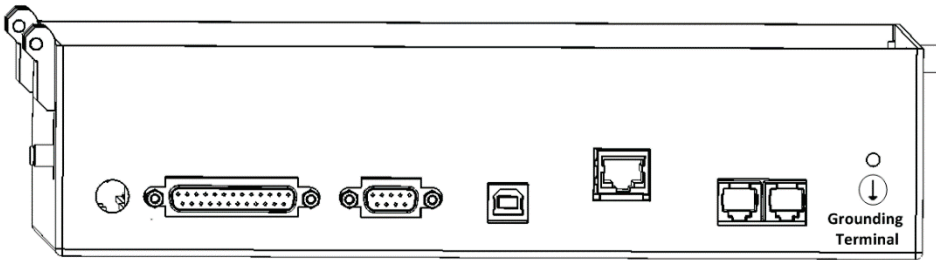

Figura 2: Terminal de Puesta a Tierra
2. Conectar el cable a tierra a la terminal de puesta a tierra que corresponda (Figura 2).